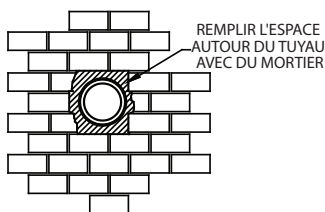

Figure 27
7. Une fois la section horizontale du tuyau en place, l'espace entre le tuyau et la maçonnerie peut être rempli de coulis haute température, si désiré (**Figure 27**).